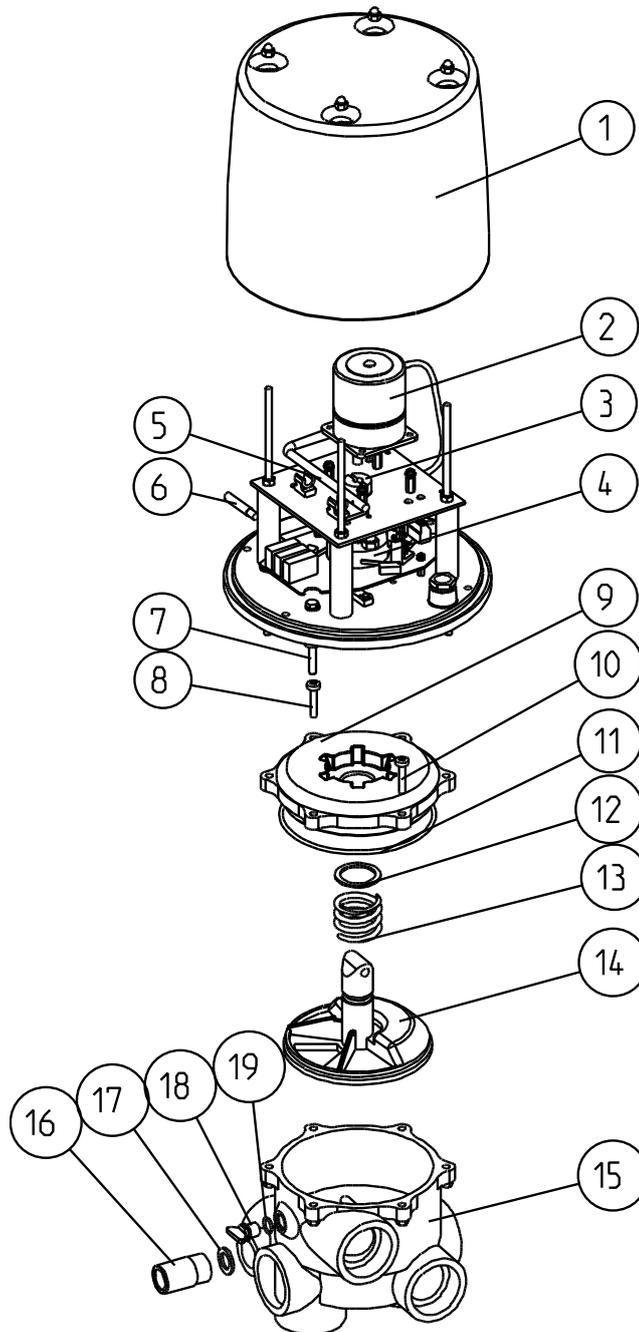

Abb. G-1: Explosionsdarstellung zum F 500/600/610 A Automatik-Mehrwegeventil mit Automatik-Stellantrieb
1. Bei Ausfall des Motors des Automatik-Stellantriebes müssen die notwendigen Filterspülungen bis zur Instandsetzung manuell durchgeführt werden. Gehen Sie hierfür wie folgt vor (die Positionsnummern in Klammer beziehen sich auf die Abb. G-1):
1. Bei Ausfall der Schalterplatine des Automatik-Stellantriebes müssen die notwendigen Filterspülungen bis zur Instandsetzung manuell durchgeführt werden. Gehen Sie hierfür wie folgt vor (die Positionsnummern in Klammer beziehen sich auf die Abb. G-1):
**Hinweis:** Die Positionsnummern (in Klammer) beziehen sich auf Abb. G-1.